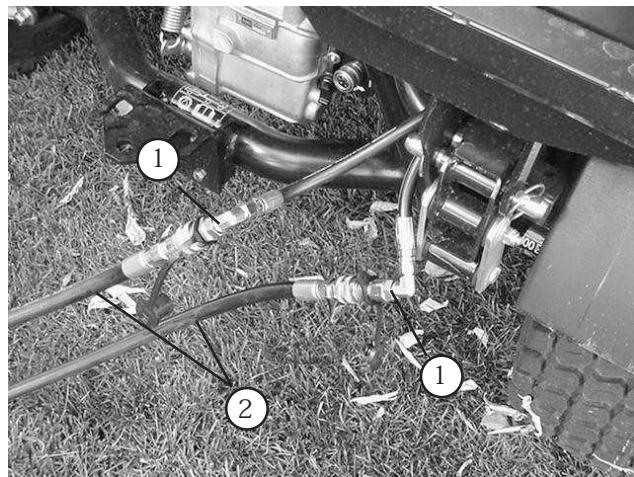

図 72
- 故障しているワークマンのカップラ・ホースに、救援用ホースをつなぐ(図72)。使用しないフィッティングにはキャップをかぶせておく。